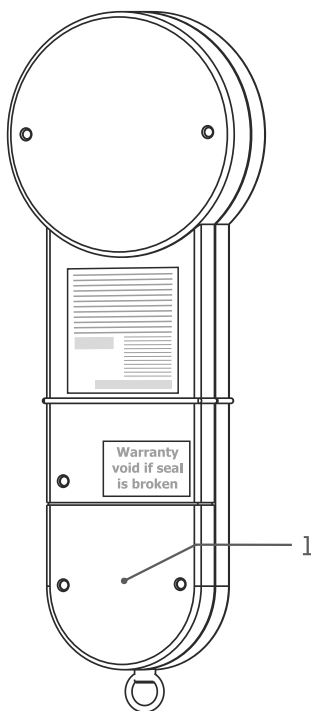
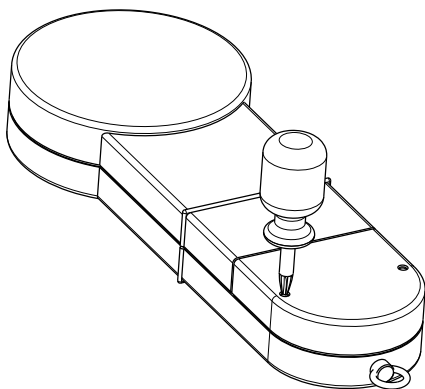
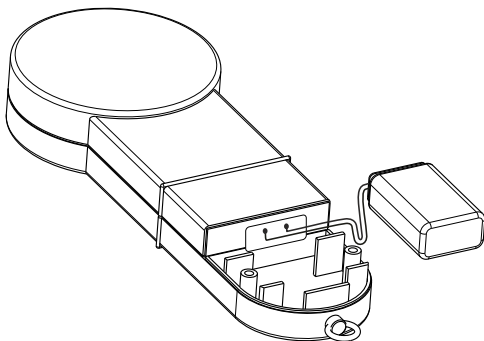

Рис. 3-2. Вид задней панели прибора.
Рис. 4-6. Удаление винтов с батарейного отсека.
Рис. 4-7. Снятие крышки батарейного отсека и удаление батареи.
| Рис. 3-2. Вид задней панели прибора..... | 7 |
На задней панели анализатора прикреплена фирменная табличка, с названием компании-производителя, серийным номером прибора и краткой инструкций по работе с анализатором (Рис. 3-2).
3. Отвернуть два винта крепления на задней панели анализатора (Рис. 3-2) и (Рис. 4-6);
- Отвернуть два винта крепления крышки батарейного отсека (Рис. 4-6), снять крышку и отсоединить использованную батарею (Рис. 4-7);